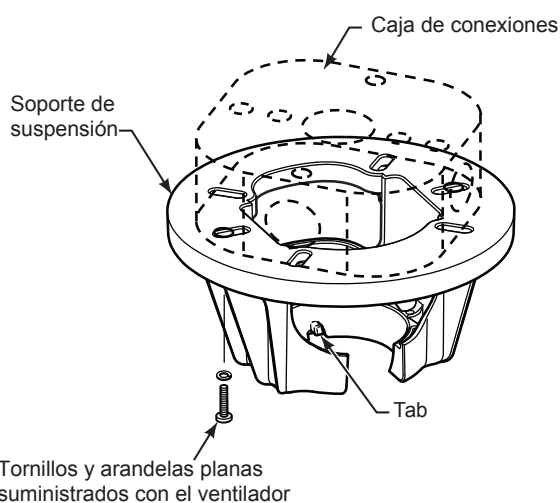
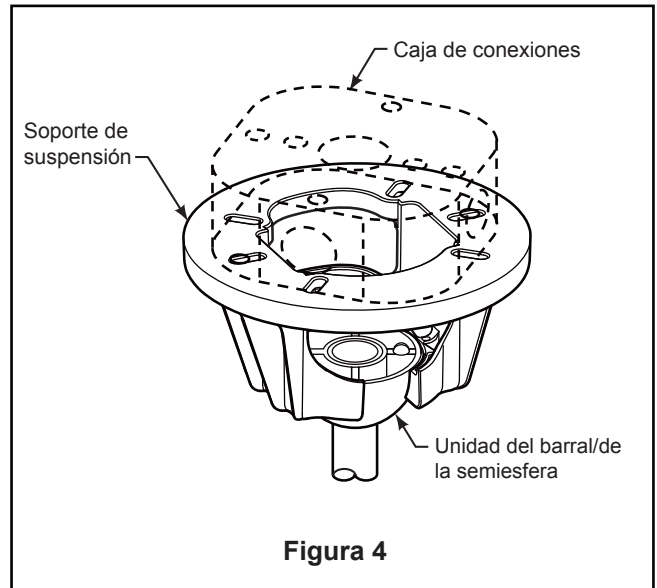

Figura 3
Figura 4
Uso del soporte (Figura 3)
3. Retire el clip de horquilla y pasador de horquilla de la parte inferior de la bola para colgar. Retener el pasador y clip para la reinstalación en el paso 5. (Figura 3)
4. Afloje los dos tornillos de fijación del soporte del barral de soporte para techo a través de la varilla. Introduzca los cables de color marrón, azul, rojo, gris y amarillo cables a través de la varilla. (Figura 4)
1. Fije adecuadamente el soporte colgante a la caja de empalme del techo que sea aceptable para el soporte del techo. Usando los tornillos de la caja de salida #8-32 y las arandelas planas suministrado con el ventilador. (Figura 3)
NOTA: Se deben pasar los tornillos de la caja de conexiones a través de los orificios que se encuentran en el soporte de suspensión. (Figura 3)
3. Con cuidado, levante el ventilador y apoye la unidad del barral/de la semiesfera en el soporte de suspensión que acaba de fijar a la caja de conexiones. (Figura 4) Asegúrese de que la ranura en la semiesfera esté alineada con el reborde del soporte de suspensión. (Figura 3)
2. Deslice el receptor en el soporte de suspensión antes de realizar el cableado como se muestra en la figura 3.
3. Realice las conexiones de cables al bloque del terminal como se muestra en la Figura 4.
3. Retire la cubierta de la batería del control remoto con un destornillador y conserve el tornillo para luego. (Figura 3)
4. Para que el ventilador sea funcional, instale las pila (incluidas) de 3V en el transmisor del mando a distancia. Mientras el ventilador esté apagado. A continuación, siga el proceso de fijación remota de código. Si no se utiliza el ventilador durante un largo periodo de tiempo, extraiga la batería para evitar cualquier daño al transmisor. Almacene el mando a distancia en un lugar alejado del calor o la humedad excesiva. (Figura 4)